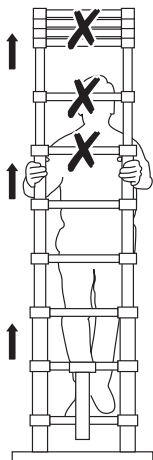

Fig. 2
- c. Ne jamais se tenir debout dans la zone correspondant au premier mètre en partant du haut (Fig. 2).